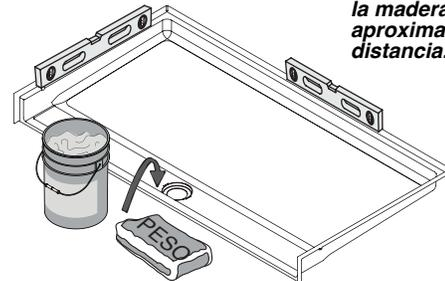

Figura 11
- 7 COLOQUE 50 LIBRAS DE PESO** como se muestra en la figura 11 para asegurarse de que el plato hace contacto con la resina epóxica.